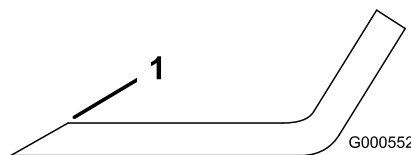

Figura 76
1. Affilate i taglienti da entrambe le estremità della lama con una lima (Figura 76).
Nota: Se la lama non è bilanciata, limate del metallo soltanto dalla costa (Figura 76).